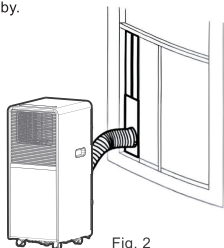
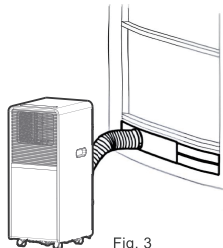

Fig. 2
Fig. 3
2. Installer, som vist i fig. 2 og fig. 3, aftrækslangen, og juster vinduespositionen i overensstemmelse hermed.